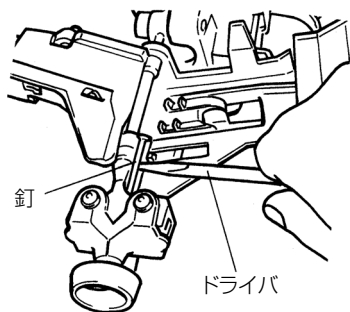

図 21
- 内部につまった釘をマイナスドライバなどで取り除きます。(図 21)